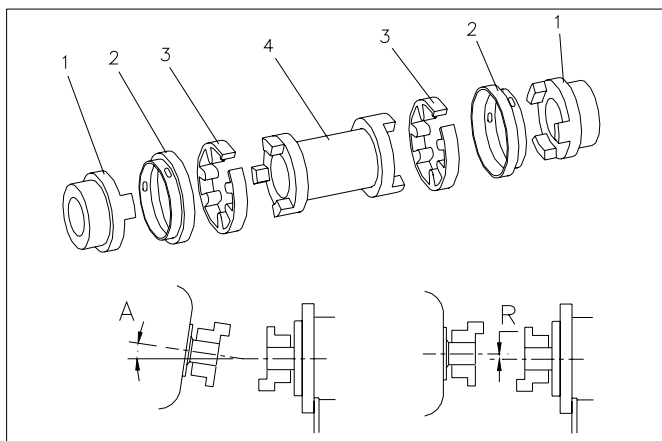

Fig. 8.1
Fjern begge kappene (se fig. 8.1, pos. 2) ved å skru ut festeskrueene.